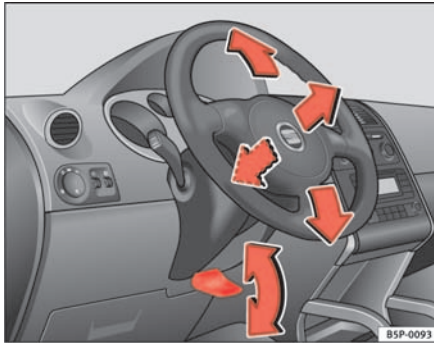

Abb. 127 Lenkradposition einstellen
- Schwenken Sie den Hebel ⇒ Abb. 127 unter der Lenksäule nach unten ⇒ ⚠.